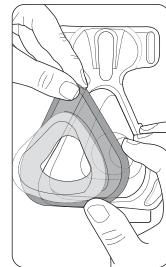

Figure 7
1. Placez le petit coussinet d'étanchéité interne dans le cadre du masque (figure 7).